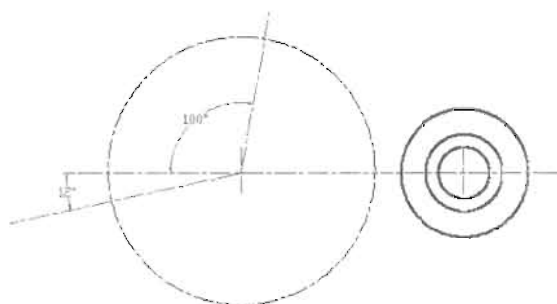

图 5-186
(6) 单击“圆”按钮, 以辅助线的交点为圆心, 绘制一个半径为 42mm 的圆, 如图 5-186 所示。